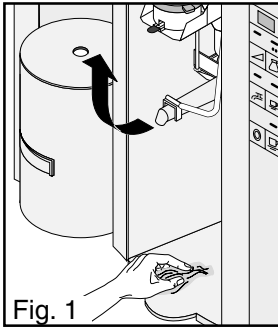

Fig. 1
- De automaat openen, de uitgifte-opening (1) ontgrendelen (5) en naar boven zwenken (fig. 1). (Het resterende water kan nadruppelen)
- De droesbak (2) uit de automaat verwijderen en legen (fig. 1).
- Het lekrooster (3) uit de lekbak (4) verwijderen (fig. 1).
- De grendel (1) op de drager naar achteren drukken. De filterplaat (2) compleet verwijderen en in heet water afspoelen (fig. 1).
- De deur, de behuizing en de bodem van de automaat van binnen met een vochtige doek reinigen (fig. 1).